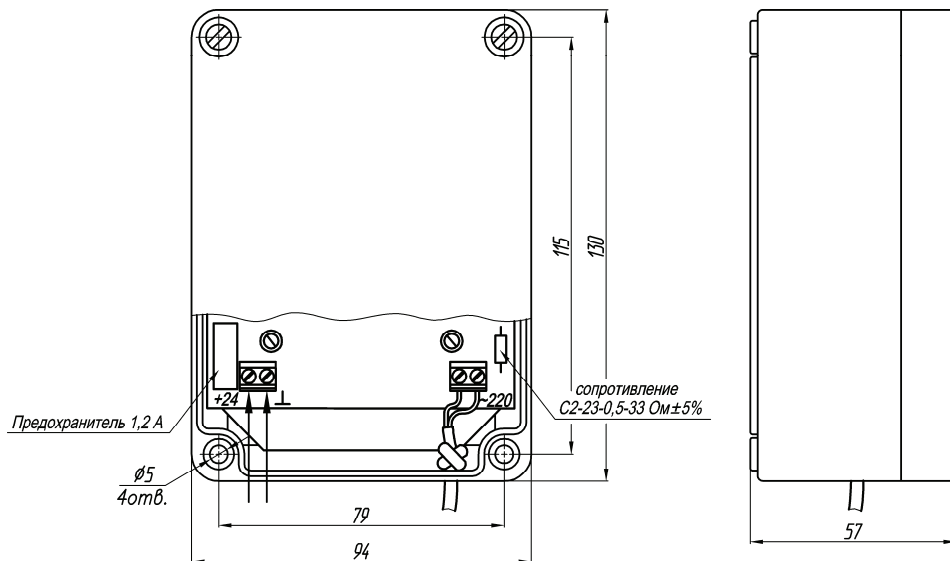

Рис.1 Блок питания БП-24-1,2/220АС-Г
2. Подключить блок питания к источнику 220 В, 50 Гц (см. рис. 1).